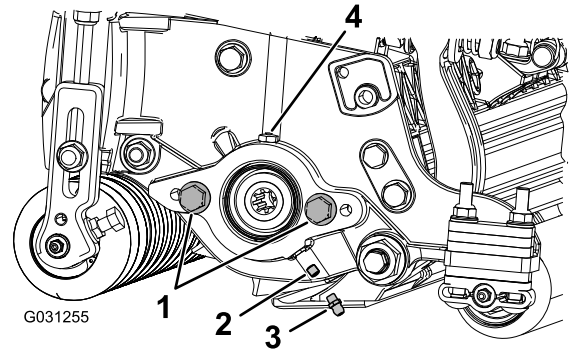

图6
1. 拆下并丢弃滚刀马达侧板上的固定螺丝（图6）。
2. 安装直通黄油嘴（图6）。
3. 如果滚刀马达侧板上没有螺栓，请安装（图6）。
6. 润滑侧板，直至多余的润滑脂流出润滑孔（图6）。